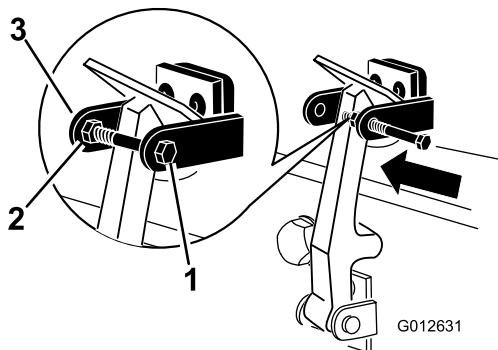

图10
7. 将螺栓拧入机罩门锁支架的另一个臂，直至将门锁锁定到位 (图10)。